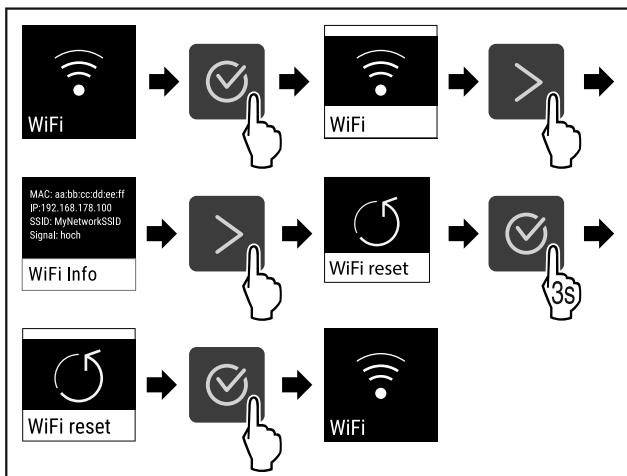

Fig. 88
- Vykonajte kroky akcie (pozri Fig. 88).